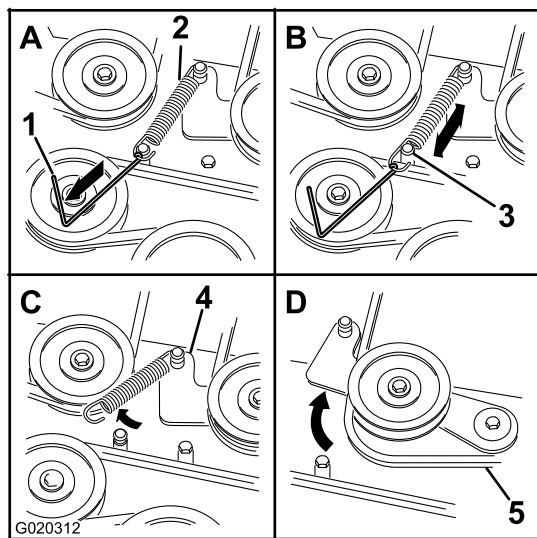

Figura 65
7. Usando una herramienta para la retirada de muelles (Pieza Toro N° 92-5771), retire el muelle tensor del espárrago de la carcasa para eliminar la tensión de la polea tensora (Figura 65).
10. Pase la correa nueva alrededor de las poleas del cortacésped y de la polea del embrague, debajo del motor (Figura 65).
11. Usando una herramienta para la retirada de muelles (Pieza Toro N° 92-5771), instale el muelle tensor sobre el espárrago de la carcasa y tense la polea tensora y la correa (Figura 65).